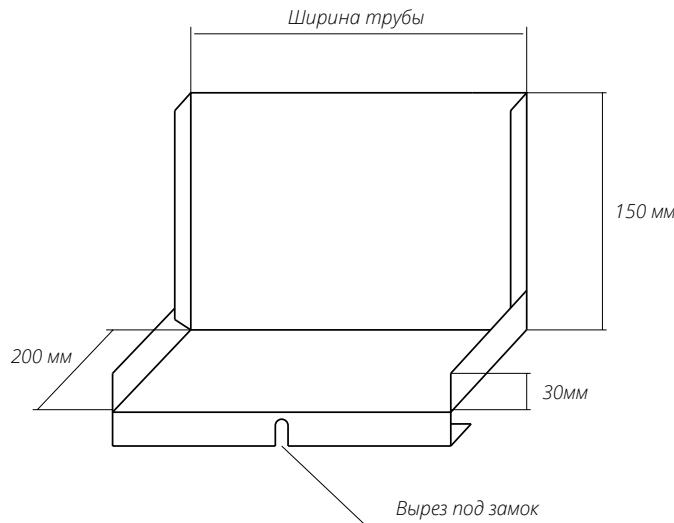

Рис. 5
- Произведите подготовку Планки примыкания к трубе нижней согласно развертке (рис. 5). Сделайте вырез под замок.